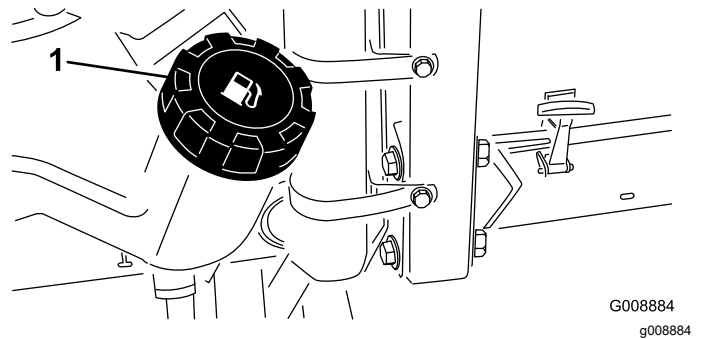

図 29
2. 燃料タンクのキャップ 図 29 の周囲をきれいに拭く。